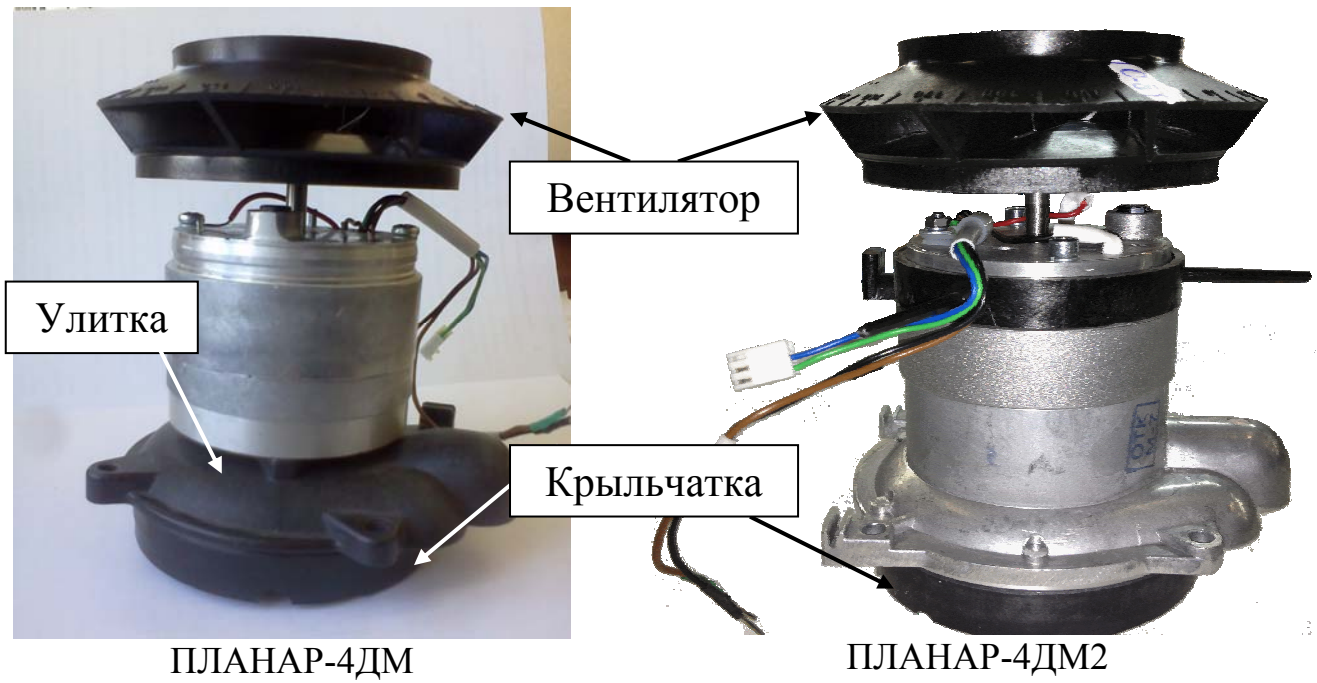

Рис.7 – Нагнетатель воздуха
Нагнетатель воздуха (далее по тексту - НВ) (рис.7) состоит из электродвигателя с прикрепленной улиткой (на нагнетателях воздуха ПЛАНАР-4ДМ2 улитка выполнена совместно с корпусом электродвигателя). На валу электродвигателя со стороны улитки устанавливается крыльчатка, а с другой стороны - вентилятор.
- 4) Проверить работоспособность НВ. Для этого при помощи скрепки или тонкой проволоки кратковременно замкнуть контакт синего провода (ШИМ) на черный провод (рис.7а). При этом к отопителю должно быть подведено питание, но он не должен быть включен. Если вентилятор начал вращаться - НВ исправен.
- 5) Проверить НВ на отсутствие «мертвых точек». Для этого, замыкая синий провод на черный (рис.7а) и изменяя положение вентилятора, проверить из всех ли положений запускается НВ. Если есть «мертвые точки» - НВ неисправен.
- 6) Проверьте исправность канала оборотов. Для этого замкните контакт синего провода на черный (рис.7а) и на зеленом проводе цифровым тестером замерьте частоту импульсов. Пока НВ набирает обороты – частота импульсов должна возрастать. Разомкните контакт. НВ начнет сбавлять обороты, и частота импульсов начнет снижаться. Если какое-нибудь из этих условий не выполняется то НВ – неисправен.
Рис.7а – Подключение сигнала управления (ШИМ) двигателя для проверки